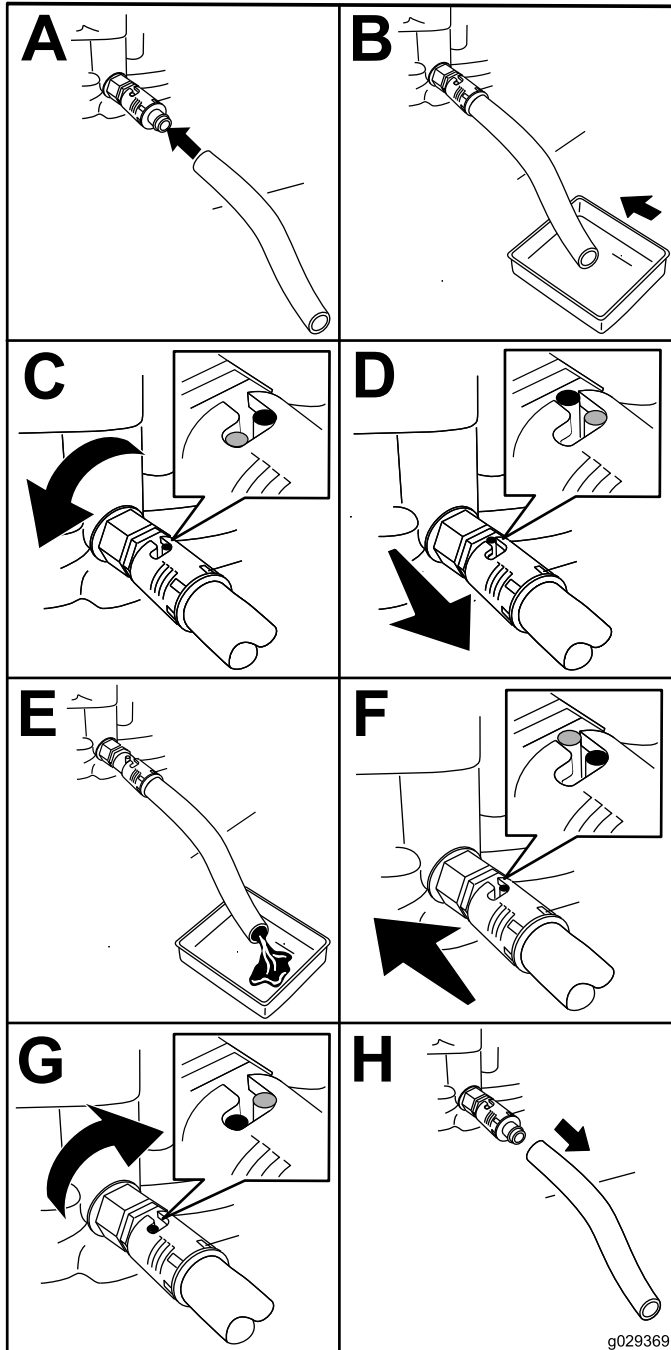

Figura 20
2. Spurgate l'olio dal motore (Figura 20).